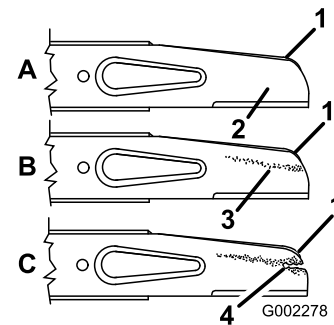

Figura 28
2. Retire as porcas da lâmina, acelerador e lâmina (Figura 28).